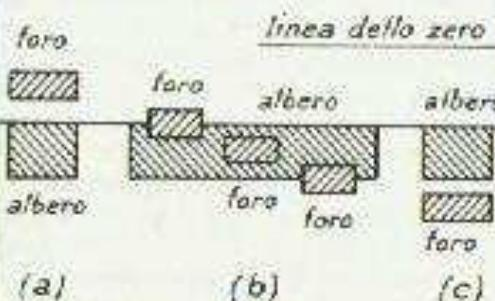
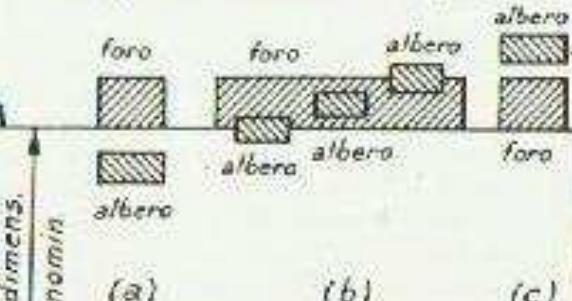

Fig. 3 - Accopp. albero base.
Fig. 4 - Accopp. foro base
*Secondo le posizioni rispettive delle zone di tolleranza del foro e dell'albero, l'accoppiamento può essere: a) accoppiam. con gioco, b) accoppiam. incerto, c) accoppi. con interferenza. Si usano comunemente i sistemi di accoppiamento: albero base (fig. 3) e foro base (fig. 4).*